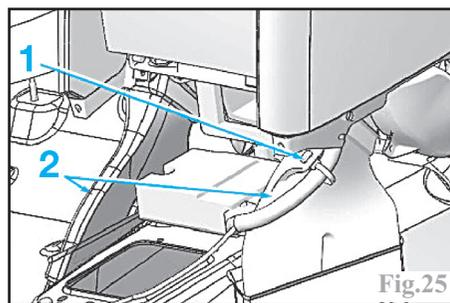

Fig.25
Déclipser le collier de maintien (1) du faisceau de boîtier calculateur centralisé (Fig.25)